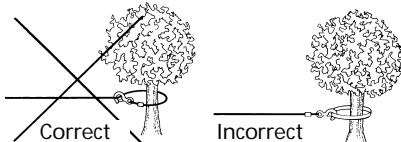

Figure 3
8. **N'ACCROchez JAMAIS LE CÂBLE SUR LUI-MÊME.** Utilisez une élingue en Nylon (No. de pièce Superwinch 1509). Accrocher le câble sur lui-même pourrait l'endommager (Figure 3).